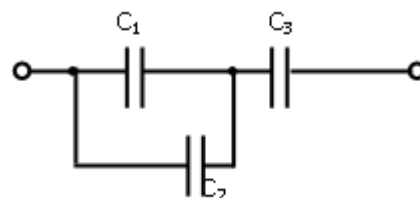

Рис.3
3. На рис.3 представлена схема соединения конденсаторов, где $C_1=C_2=1 \text{ мкФ}$, $C_3=2 \text{ мкФ}$. Определить эквивалентную ёмкость.